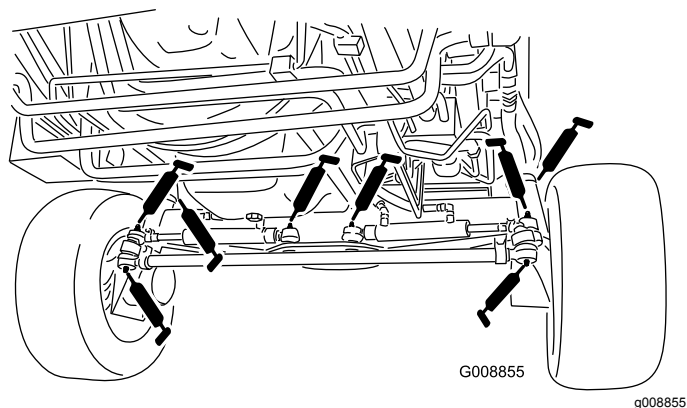

Figura 70
- 4 giunti a sfera del cilindro di sterzata (Figura 70)
- 2 giunti a sfera del tirante (Figura 70)
- 2 boccole del perno del fuso a snodo (Figura 70)